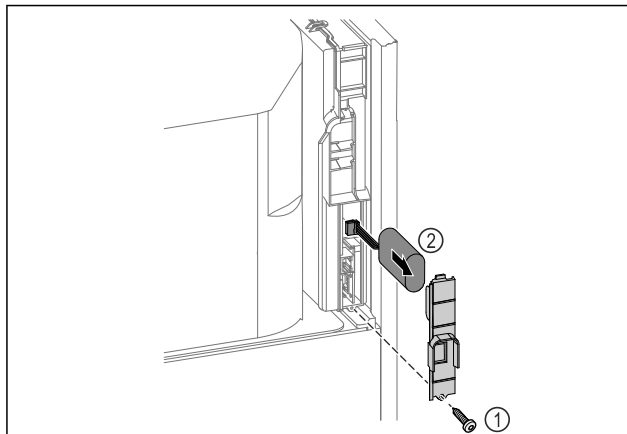

Fig. 259
- Desenroscar el tornillo y retirar la cubierta de la parte trasera del electrodoméstico Fig. 259 (1).
- Desconectar la batería y extraerla Fig. 259 (2).